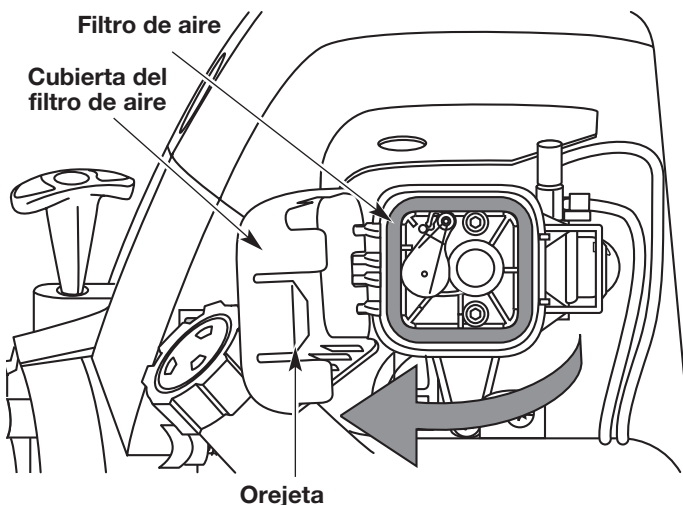

Fig. 44
1. Abra la cubierta del filtro de aire. Empuje hacia adentro la orejeta del lado derecho de la cubierta, y extraiga la cubierta del filtro de aire hacia afuera y hacia la izquierda (Fig. 44).
2. Retire el filtro de aire (Fig. 44).